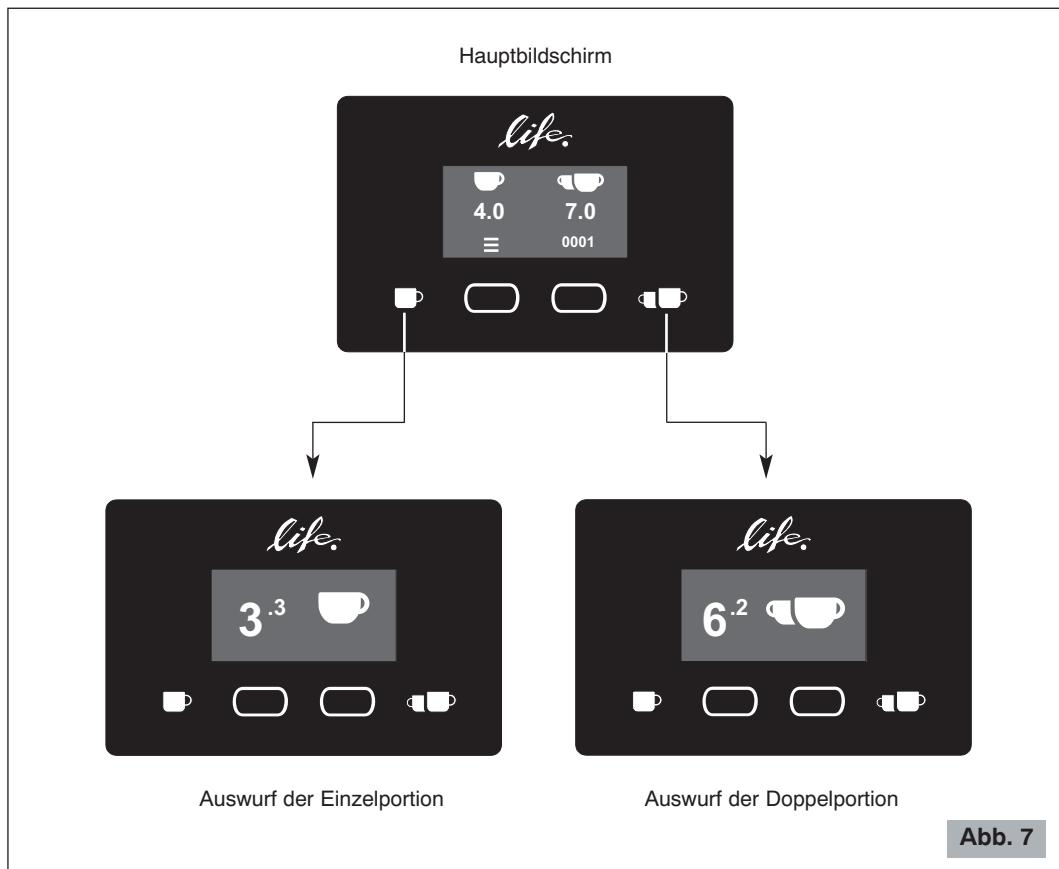

Abb. 6
- 2** Den ON-OFF-Schalter auf „I“ einstellen (10 Abb. 2). Das Bedienfeld-Display (5 Abb. 1) schaltet sich ein (siehe Abb. 6).